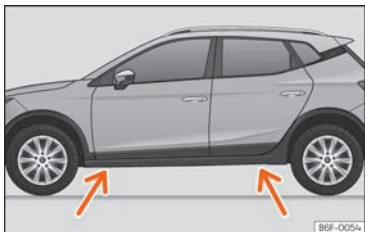

Abb. 197 Aufnahmeplätze für den Wagenheber.
- Suchen Sie am Längsträger die Markierung des Wagenheberaufnahmeplatzes (Eindrückung), die dem zu wechselnden Rad am nächsten liegt >>> **Abb. 197**.